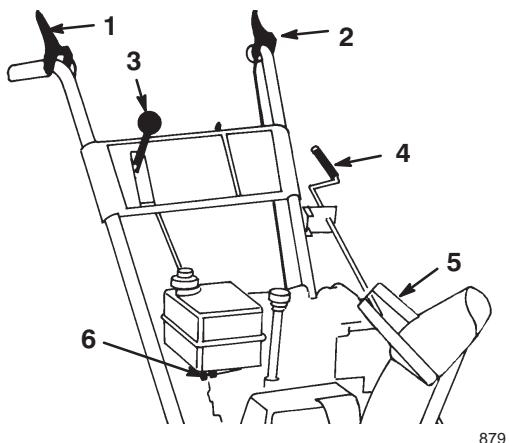

Figure 17
- **Commande de tarière/roue hélice** (Fig. 17)—Pour embrayer la tarière et la roue hélice, serrez la manette contre la poignée du mancheron de droite. Pour les débrayer, lâchez la manette.
- **Commande de traction** (Fig. 17)—Pour embrayer la traction (entraînement des roues), serrez la manette contre la poignée du mancheron de gauche. Pour arrêter la traction, lâchez la manette.
- **Changement de vitesse** (Fig. 17)—Cette commande offre sept vitesses : cinq en marche avant et deux en marche arrière. Pour changer de vitesse, placez le levier dans la position souhaitée. Le levier s'engage dans un cran pour chaque vitesse choisie. Le changement de vitesse peut être dur lorsque la machine doit fournir de gros efforts.
- **Commande d'orientation de l'éjecteur** (Fig. 17)—Tournez la commande d'orientation dans le sens des aiguilles d'une montre pour déplacer l'éjecteur vers la gauche, ou en sens contraire pour le déplacer vers la droite.
- **Poignée du déflecteur** (Fig. 17)—Déplacez la poignée du déflecteur vers l'avant pour rejeter la neige plus bas ou vers l'arrière pour la rejeter plus haut.
- **Robinet d'essence** (Fig. 17)—Fermez le robinet en le tournant dans le sens des aiguilles d'une montre et ouvrez-le en le tournant dans le sens contraire des aiguilles d'une montre. Fermez le robinet lorsque vous n'utilisez pas la déneigeuse.
3. Relâchez les manettes de tarière/roue hélice et de commande de traction (Fig. 17).
10. Sélectionnez la première (Fig. 17), serrez la manette de commande de traction contre la poignée, puis relâchez-la. Si la déneigeuse se met à avancer avant que vous ayez engagé la manette de commande ou après que vous l'ayez relâchée, reportez-vous à la rubrique Réglage de la courroie d'entraînement de traction, page 21.